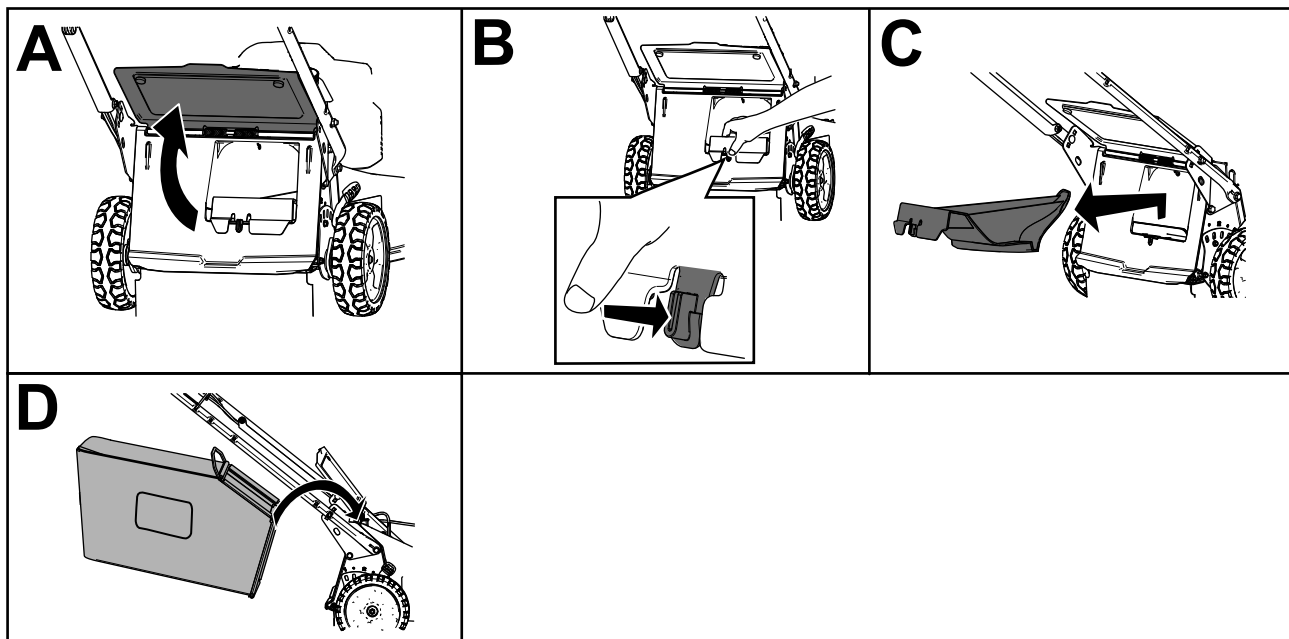

Рисунок 15
2. Поднимите и удерживайте в поднятом положении задний дефлектор (вид А на Рисунок 15).
3. Снимите заднюю выпускную заглушку, нажав на фиксатор большим пальцем и вытянув заглушку из машины (виды В и С на Рисунок 15).
4. Вставьте концы штанги травосборника в выемки в основании рукоятки и покачиванием травосборника из стороны в сторону убедитесь в том, что концы штанги находятся в нижней части обеих выемок (вид D на Рисунок 15).
3. Выньте штангу травосборника из выемок в основании рукоятки (вид А на Рисунок 15).
4. Вставьте выпускную заглушку (вид В на Рисунок 15).
5. Опустите задний дефлектор (вид С на Рисунок 15).